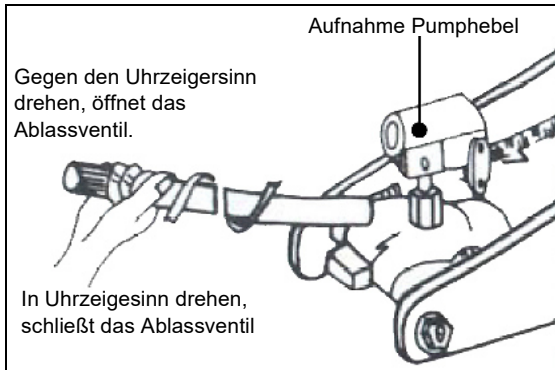

Abb. 4: Ablassventil öffnen und schließen
Schritt 3: Schließen Sie das Ablassventil, indem Sie den Pumphebel nach rechts (im Uhrzeigersinn) drehen (Abb. 4).